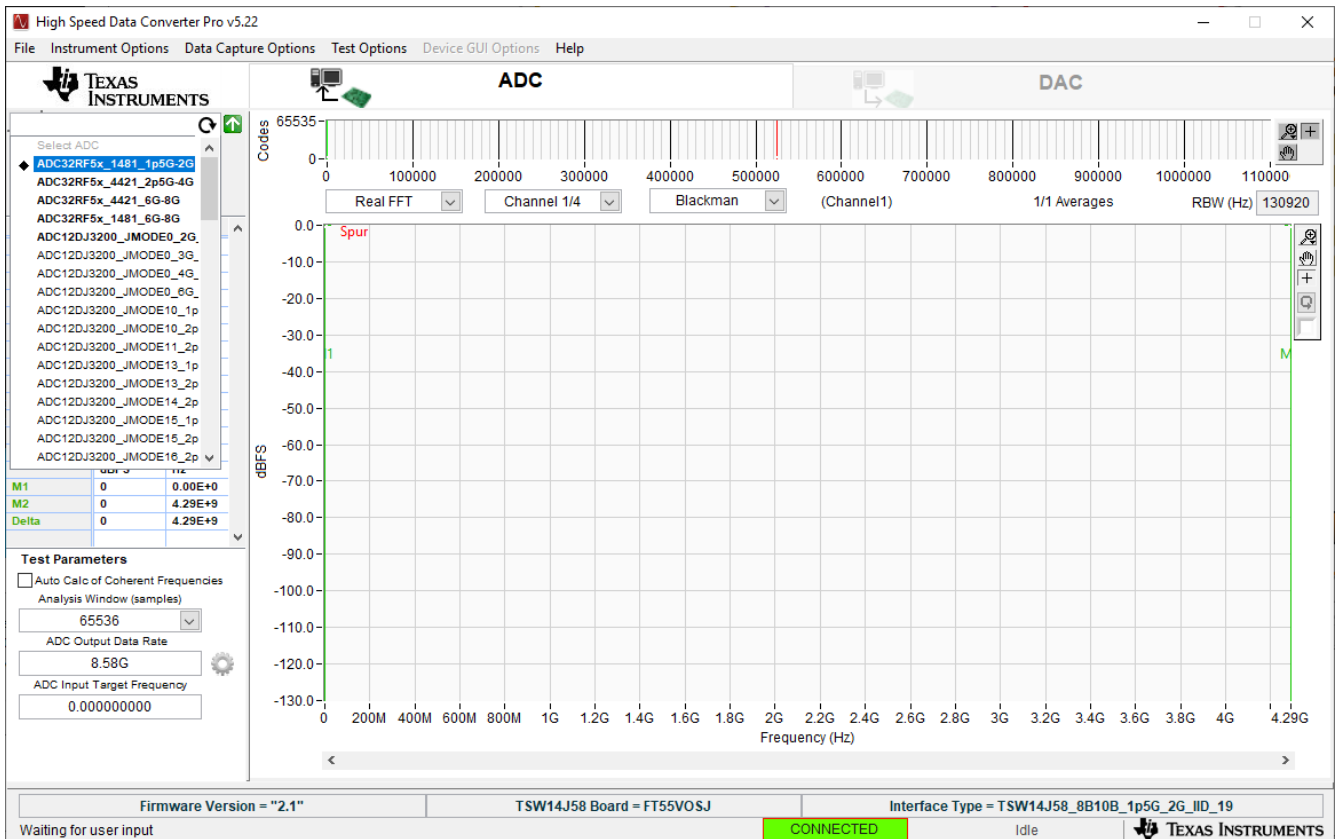

图 3-11. ADC32RF5x_1481_1p5G-2G INI 文件
10. 在 HSDC Pro 中，连接到 TSW14J58EVM 并选择 *ADC32RF5x_1481_p5G-2G* 作为 INI 文件，如图 3-11 所示。